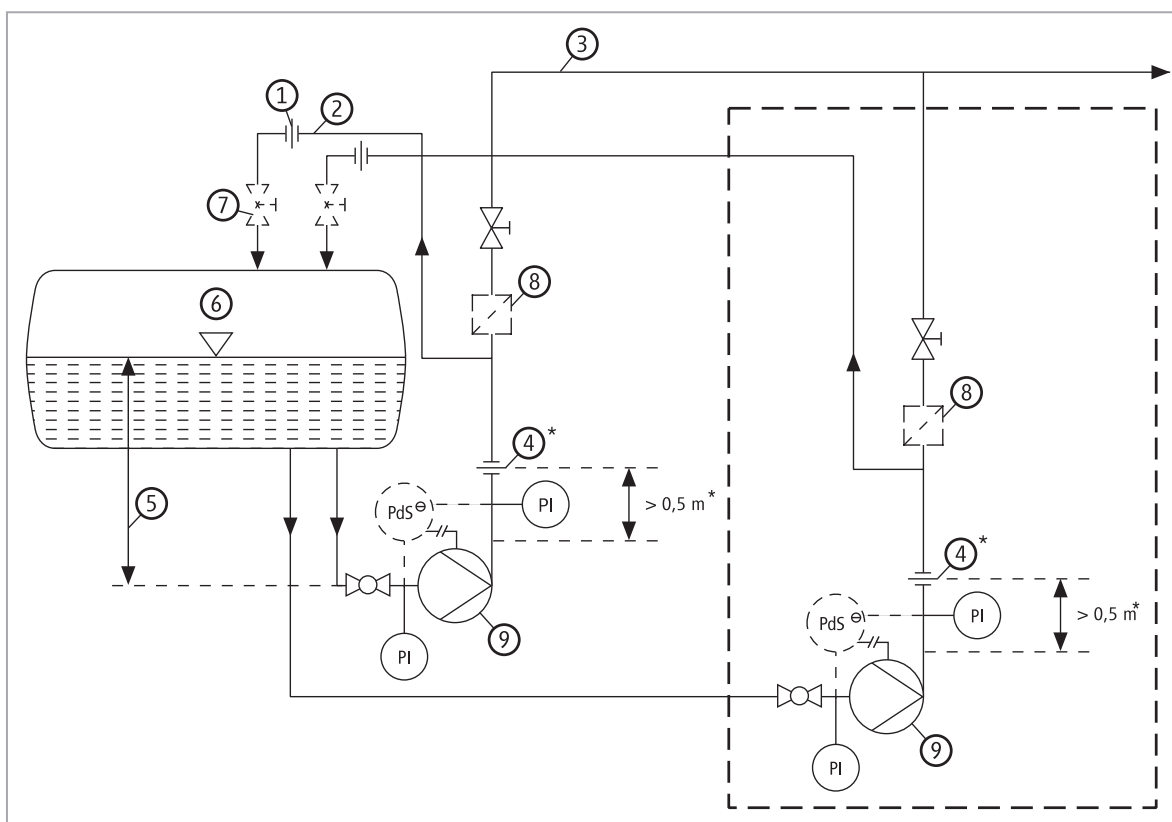

figura 3
El mantenimiento del caudal mínimo necesario y del caudal máximo permitido queda asegurado mediante la utilización de una línea de bypass y los correspondientes orificios Q_{\min} y Q_{\max} de acuerdo con la figura 3. En lugar de un orificio Q_{\max} se puede emplear alternativamente un presostato diferencial, el cual desconecta la bomba si la presión de impulsión es inferior a la presión de impulsión mínima permitida (PdS). Retardo de desconexión: 10 segundos como máximo.
8. En el caso de trabajo de varias bombas en paralelo sobre una línea común de impulsión (figura 3), se debe prever para cada bomba una línea independiente de bypass. Esto es necesario para que el gas, que se forma mientras la bomba está parada, pueda ser evacuado continuamente. Además, de este modo se garantiza el caudal mínimo, independientemente de su presión de impulsión. Si una de las bombas se considera bomba de reserva, se deben instalar válvulas de retención en las líneas de impulsión, para evitar que el líquido impulsado por la bomba en funcionamiento retorne a través de la bomba de reserva. La bomba de reserva debería estar siempre llena de líquido, con sus válvulas de cierre abiertas, y preparada para su arranque inmediato. La línea de bypass posibilita el cambio de una bomba a otra o el arranque adicional de una segunda bomba sin tener que maniobrar con válvulas.